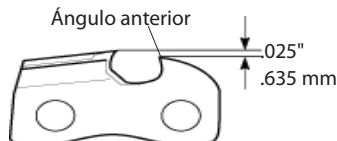

Figura 35 - Redondeo del ángulo anterior de la medida de profundidad
3. Retire el calibrador de medida de profundidad. Utilice una escofina plana para redondear la esquina frontal de la medida de profundidad del elemento de corte (vea la figura 35).